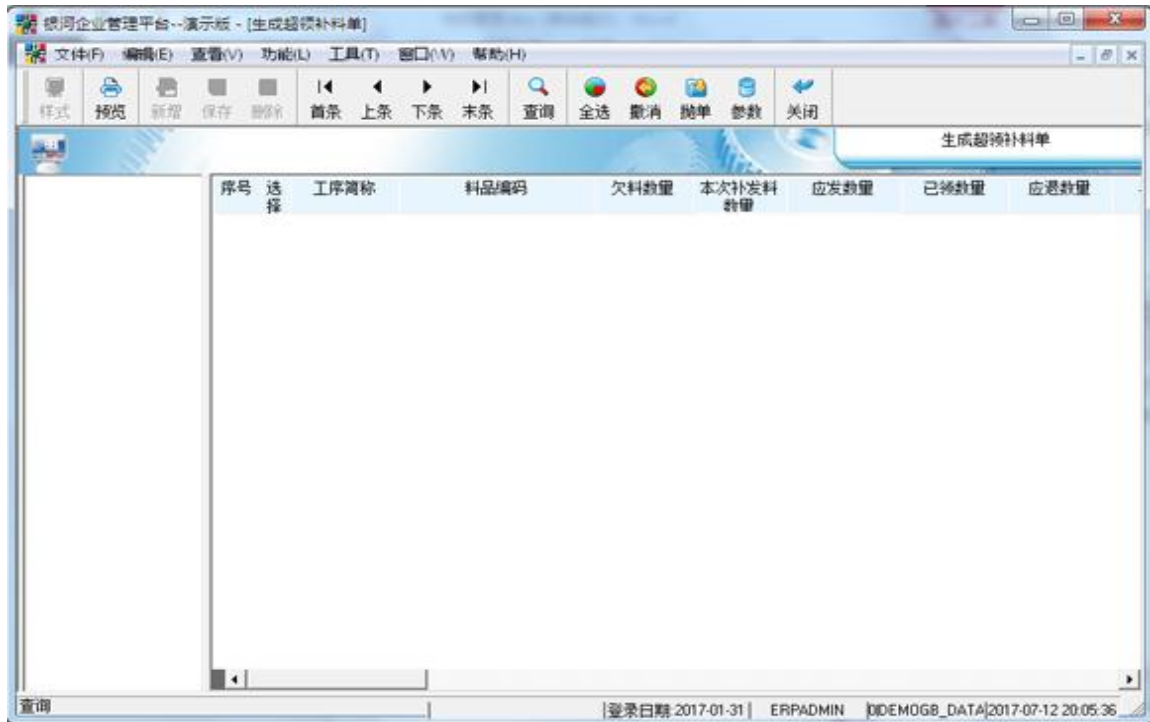

图 18
登录系统后，在左边的树型图中，找到“物控管理/制造发料控制/生成制造补料单”后双击它，进入“生成制造补料单”窗口（见图 18），此文件柜补发料，生成制造领退料单
具体操作：在图 18 的左边的树型图选定某一制造批号，右窗口会显示对应的材料情况（可通过对制造批号分组），选定需要发料的材料后，点击菜单项“功能/抛出”或点击相应图标，将选定的发料材料转成制造单领退料
说明：1. 如果需要对某些制造批号合并补发料，则只需对制造批号分组；如果不需合并补发料，对制造批号单独发料，则还需对制造批号过滤（在点击某制造批号时，图 18 右窗口只会显示本制造批号的材料）
**栏位说明（图 18，斜体字记录表示此料是替代料）**